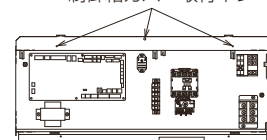

図10
<p>電動機交換時は制御箱内の電磁開閉器を交換する必要があります。</p> <ol style="list-style-type: none"> ①制御箱のカバーを取外してください。…図10 ②制御箱内にある電磁開閉器を取外し、電動機に付属のものと交換してください。（取付ネジは標準品のネジを流用してください） この際、リード線締付ネジに緩みがないよう注意してください。 （主回路端子の締付トルク：PAK-6JTH…1.2~1.8N・m PAK-21JTH…1.2~1.8N・m PAK-26JTH…2.4~3.5N・m） （操作回路端子の締付トルク：0.8~1.2N・m） ③電動機に付属している標準仕様変更名板を定格名板の下に貼付けてください。 ④取外しと逆の手順で部品を取付けてください。